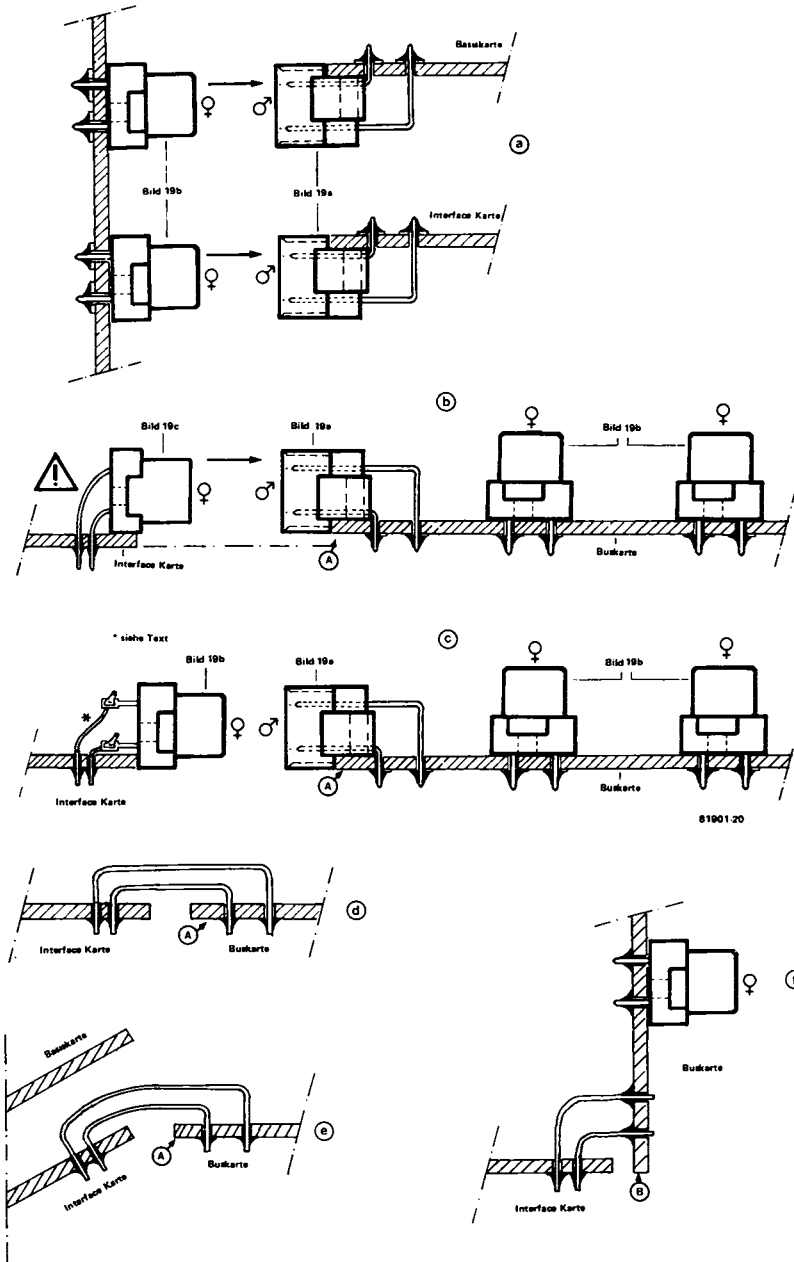

Bild 20. Einige Konstruktionsdetails für die elektrische Verbindung der Karten durch Konnektoren und Drahtverbindungen.
- **Bauzeichnung** → Bild 20 (Details)